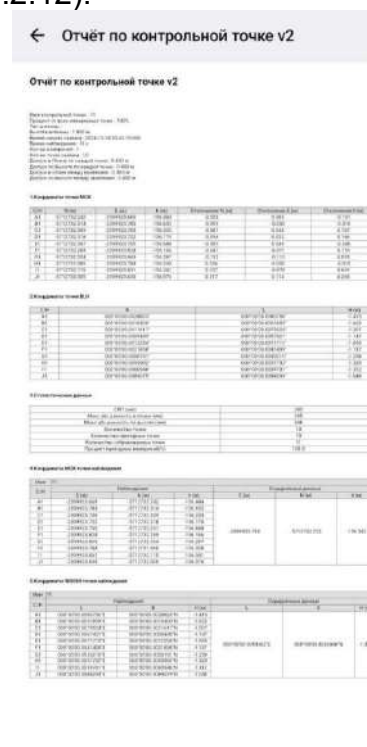

Рисунок 4.2.12
- После завершения измерений просмотрите HTML-отчет, содержащий детализированные результаты съемки (Рисунок 4.2.12).